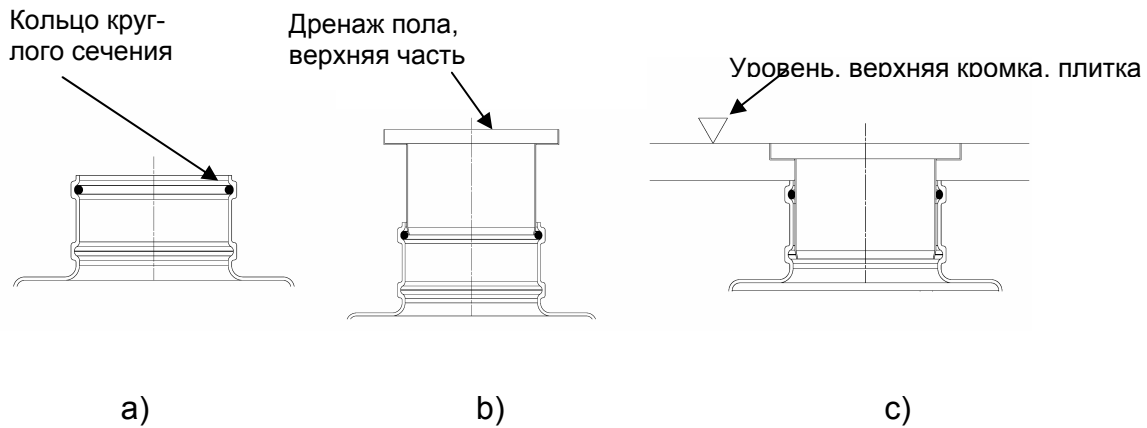

Рисунок 7
- Установка и выравнивание нижней части дренажа пола (рис. 7)